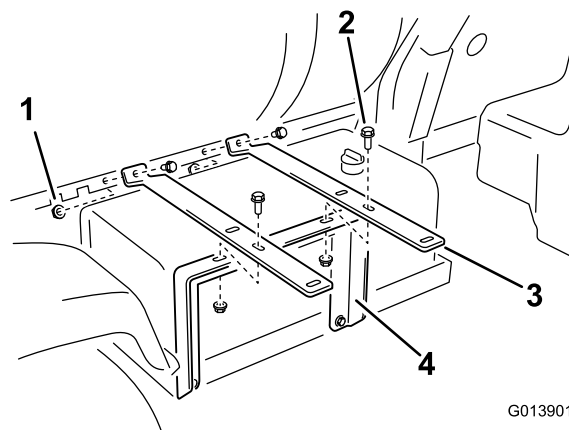

図 9
2. ホース・リール・ストラップ2本の端部を、タンク・マウントに (図 9) のように取り付ける；フランジ・ボルト (3/8 x 1 インチ) 2本とフランジ・ナット (3/8 インチ) 2個を使用。